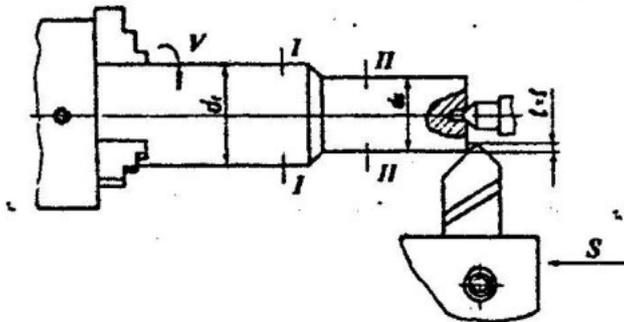

Рисунок 3.2- Консольное закрепление ступенчатого валика
- Повторить работу при консольном закреплении заготовки (рисунок 3.2).